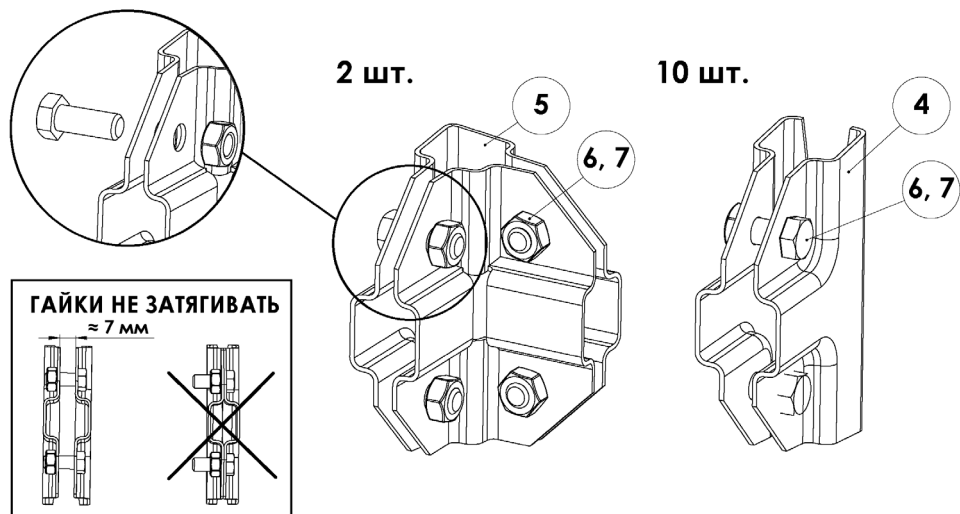

Рис. 3 – Сборка скоб
1. Собрать все скобы. Использовать ключи R13. Гайки наживить, но не затягивать, чтобы была возможность одевать скобы на трубы. (Рис. 3)